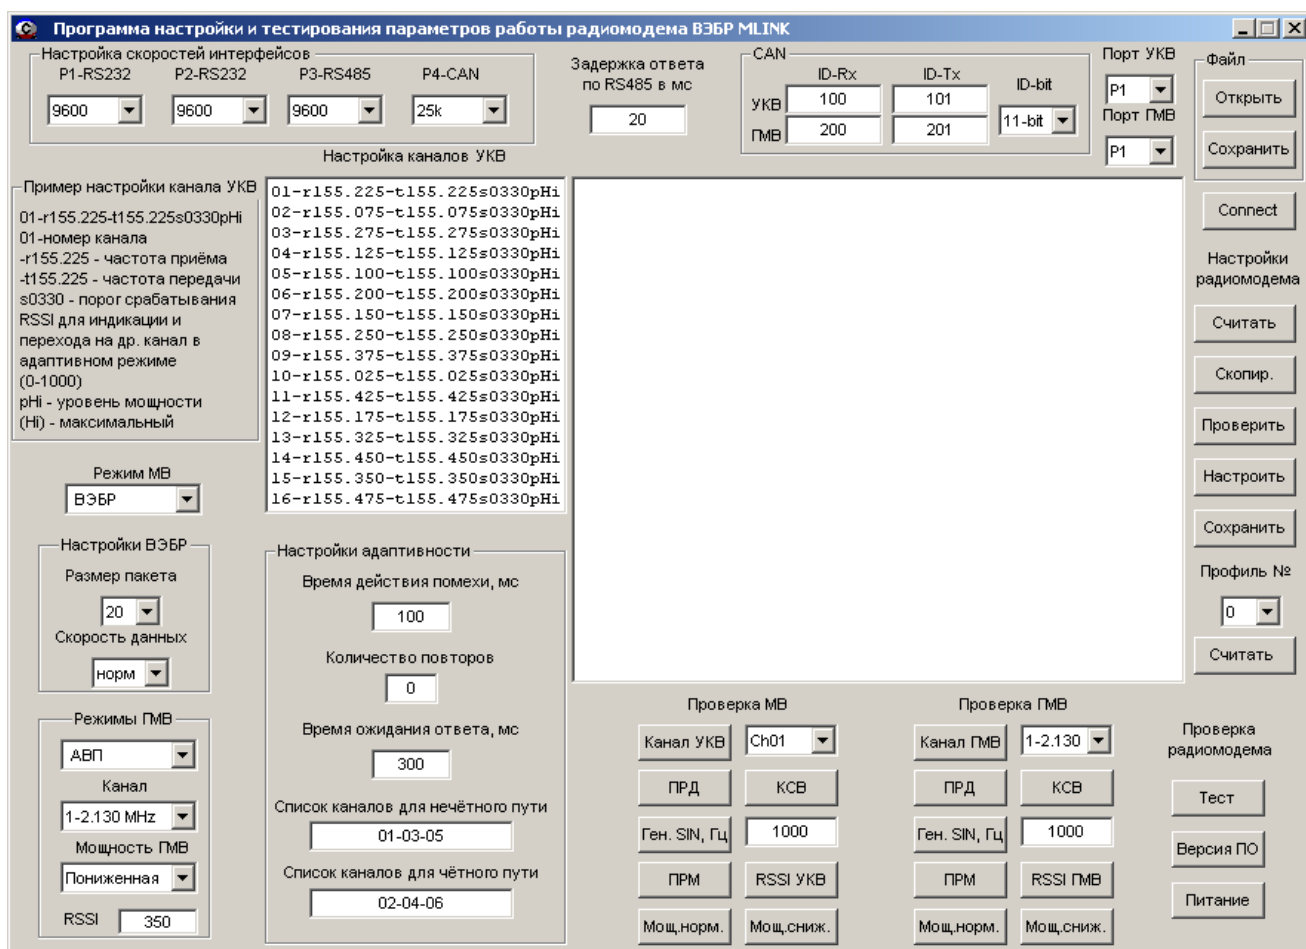

Рис.11 Основное окно программы «MLINK_CFG»
15.1. Для конфигурирования необходимо подключить радиомодем к USB порту ПК. Запустить программу «MLINK_CFG». Основное окно программы представлено на рис. 11.